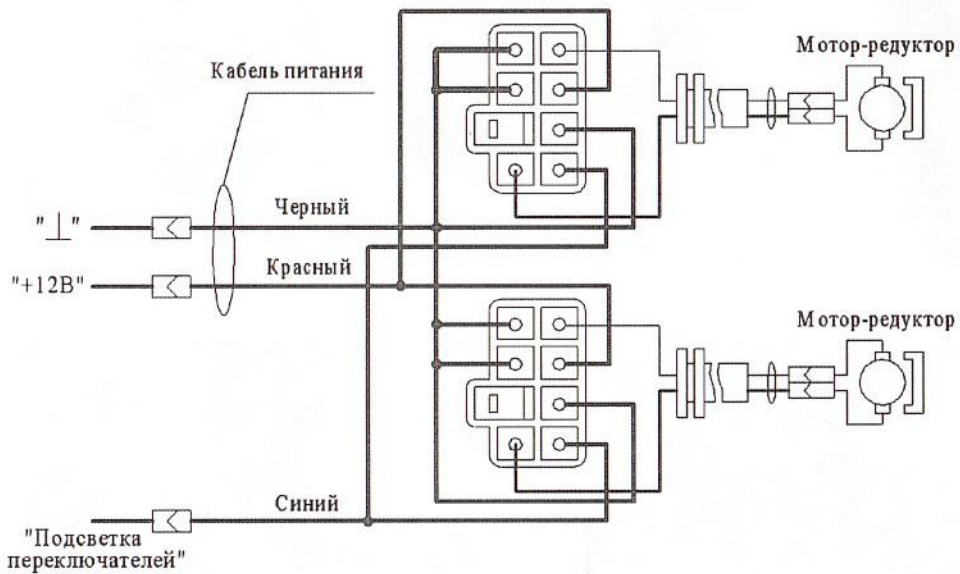

Рис. 4
- 6.9 Через отверстия в стойках дверей и дверях, через кабельные вводы, протянуть кабели от электродвигателей к переключателям. Подключить кабели от электродвигателей в соответствии со схемой подключения и установить переключатели с рамками (см. рис.4).